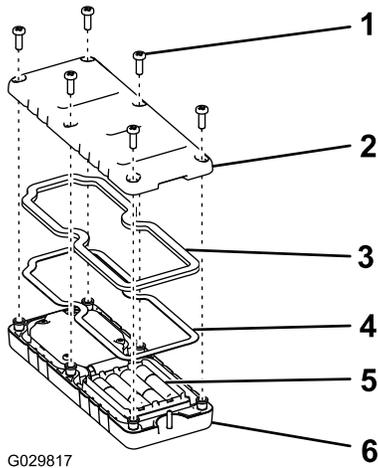

Figure 7
2. Placez chaque pile dans un des emplacements du logement en respectant la polarité (Figure 7).
3. Veillez à bien engager le joint en acier et le joint en caoutchouc dans la gorge de la télécommande puis remettez le couvercle arrière en place (Figure 7).
4. Fixez le couvercle avec 6 vis (Figure 7) serrées à un couple de 1,5 à 1,7 N·m (13 à 15 po-lb).